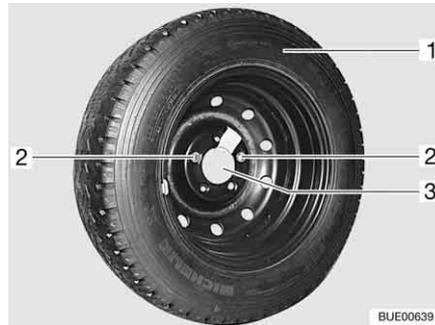

Fig. 276 Soporte para rueda de repuesto en el garaje trasero
- Aflojar los dos tornillos de fijación (Fig. 276,2) con las herramientas de a bordo y extraerlos.
- Retirar la rueda de repuesto (Fig. 276,1) del soporte (Fig. 276,3).